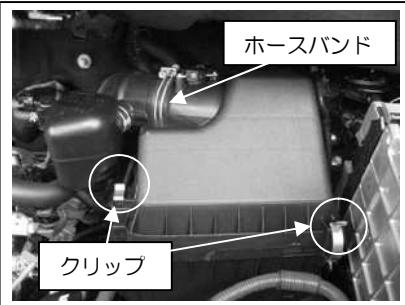

図1
- ①クリップ4ヶ所を外しグリル上のカバーを取り外し、バッテリーを取り外します。
- ②エアフロカプラー、クリップを外し、ホースバンドを緩めクリーナーBOX上側を外します。図1参照